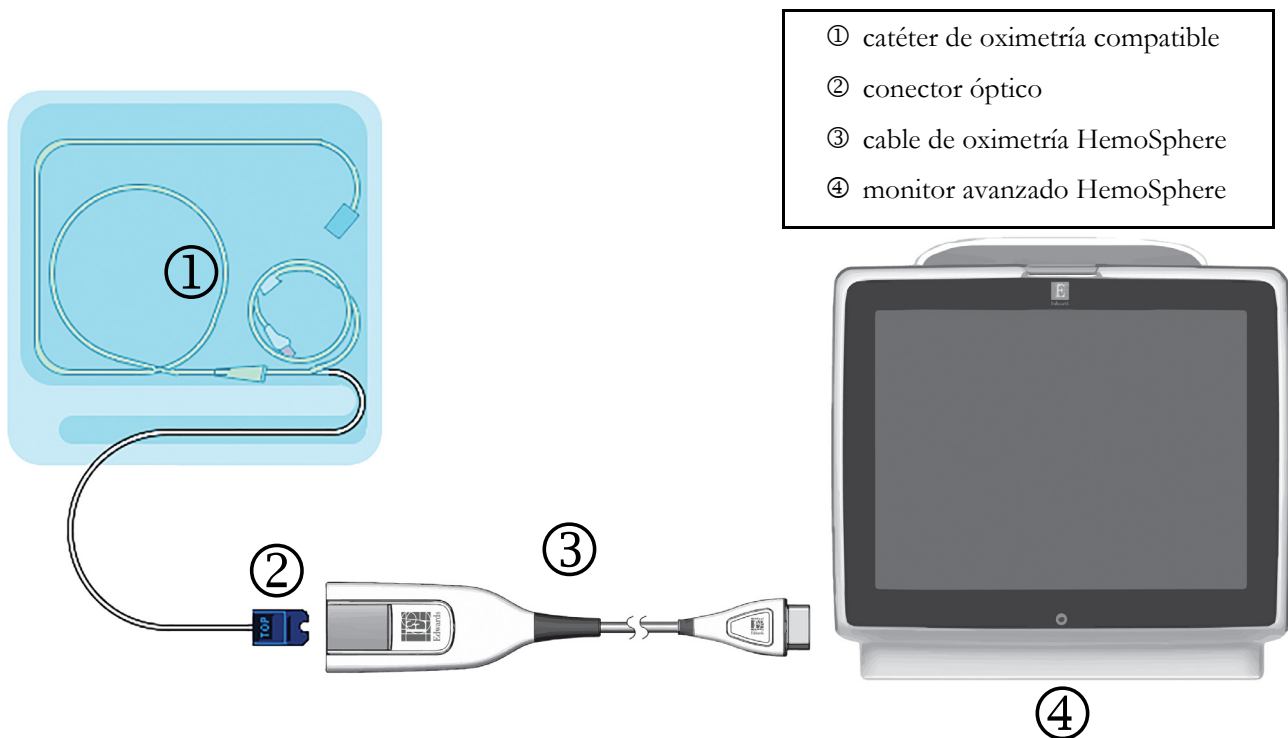

Figura 4-3 Descripción general de la conexión de oximetría
- 1 Conecte el cable de oximetría HemoSphere al lado izquierdo del monitor avanzado HemoSphere. Consulte la figura 4-3.